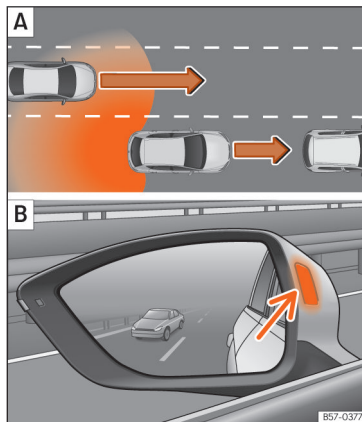

Abb. 179 Schematische Darstellung: **A** Überholvorgang mit Verkehr im hinteren Bereich. **B** Anzeige des Spurwechselassistenten im Außenspiegel links.
In nachfolgenden Situation wird die Anzeige im Außenspiegel »» **Abb. 179 B** (Pfeil) oder »» **Abb. 180 B** (Pfeil) dargestellt:
- Bei einer Überholung durch ein anderes Fahrzeug »» **Abb. 179 A**.